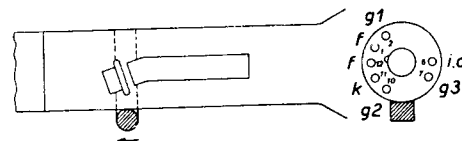

Fig. 1 - Posizione del magnete della trappola ionica sul collo del cinescopio.
- 1 Infilare l'anello portamagnete sul collo del cinescopio con la freccia diretta verso lo zoccolo e il magnete come indicato in fig. 1